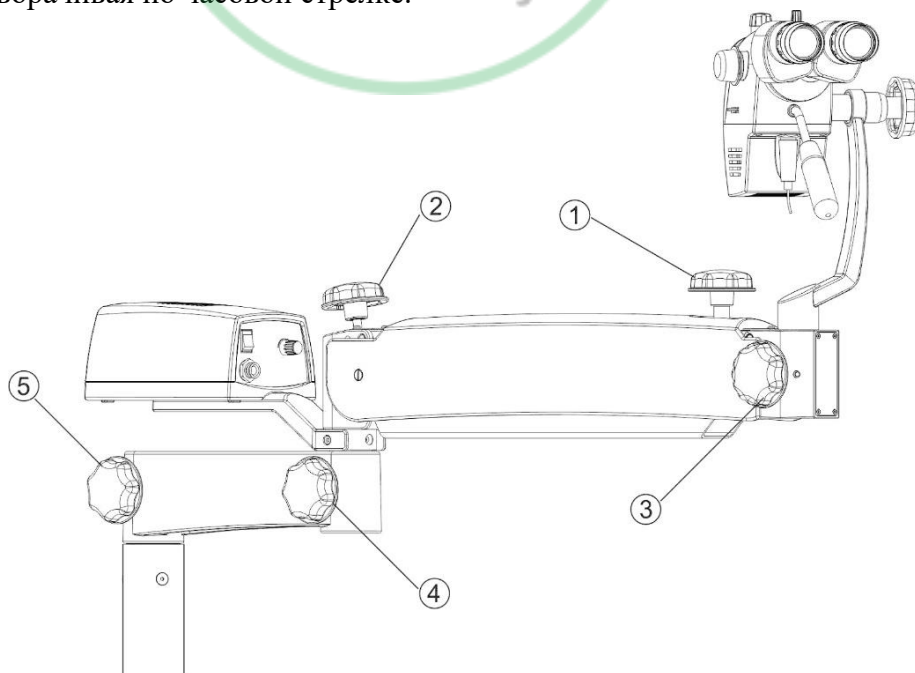

Рис. 8
8.3.2 На рис. 8 указаны:
- ① Ручка блокировки поворота головы относительно гибкой руки, для поворота ослабьте ручку поворачивая против часовой стрелке, для блокировки затяните поворачивая по часовой стрелке.
- ② Ручка натяжения гибкой руки позволяет регулировать усилие необходимое для движения микроскопа в вертикальной плоскости, для установки минимального усилия затяните поворачивая по часовой стрелке ослабьте ручку поворачивая против часовой стрелки, для установки максимального усилия затяните поворачивая по часовой стрелке.
- ③ Ручка блокировки наклонного узла служит для фиксации наклонного узла с головой на гибкой руке, для отсоединения наклонного узла ослабьте ручку поворачивая против часовой стрелке, для блокировки наклонного узла затяните по часовой стрелке.
- ④ Ручка блокировки движения подвесного плеча гибкой руки, для движения подвесного плеча гибкой руки ослабьте ручку поворачивая против часовой стрелке, для блокировки затяните поворачивая по часовой стрелке.
- ⑤ Ручка блокировки движения гибкой руки вокруг мобильной стойки, для движения гибкой руки ослабьте ручку поворачивая против часовой стрелке, для блокировки затяните поворачивая по часовой стрелке.
8.4.2 При использовании тубуса биноклярного 90 ④, скорректируйте окуляры до требуемого межзрачкового расстояния ⑤ перемещая биноклярную трубку до нужного положения, как показано на рис. 8